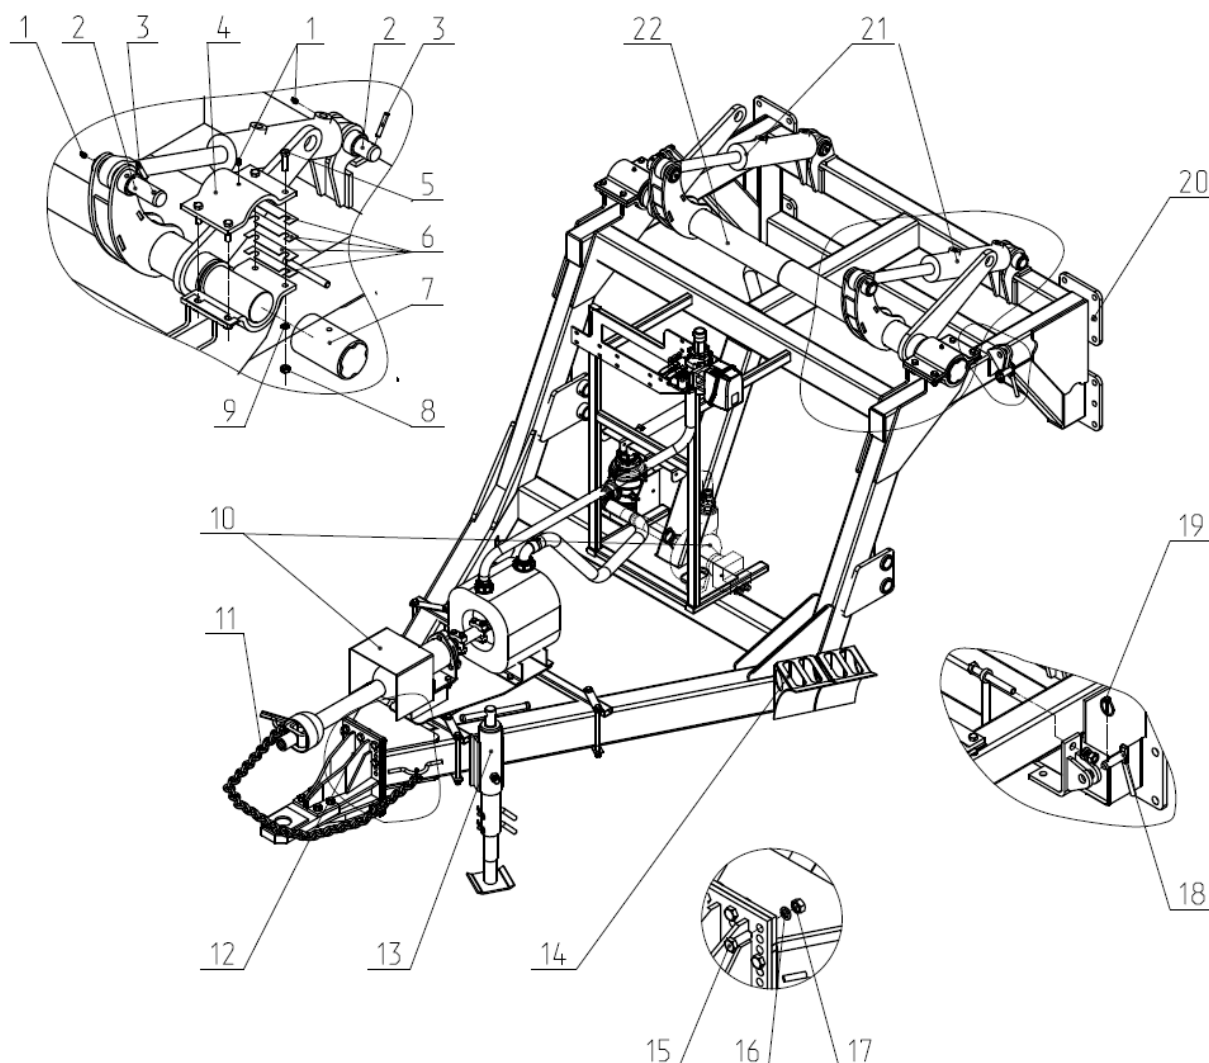

Рис. 2 Сница.
2.1.2. Сница (рис. 2) представляет собой сварную конструкцию, в передней части присоединена прицепная серьга 10 для шарнирного присоединения иньектора к трактору. На раме проварены фланцы 22 для соединения с тележкой. Установлена поворотная штанга 2 и гидроцилиндры 3. Штанга служит для перевода носителя секций в рабочее и транспортное положение.
Рис. 2а HYRO 9306 Гидравлический насос